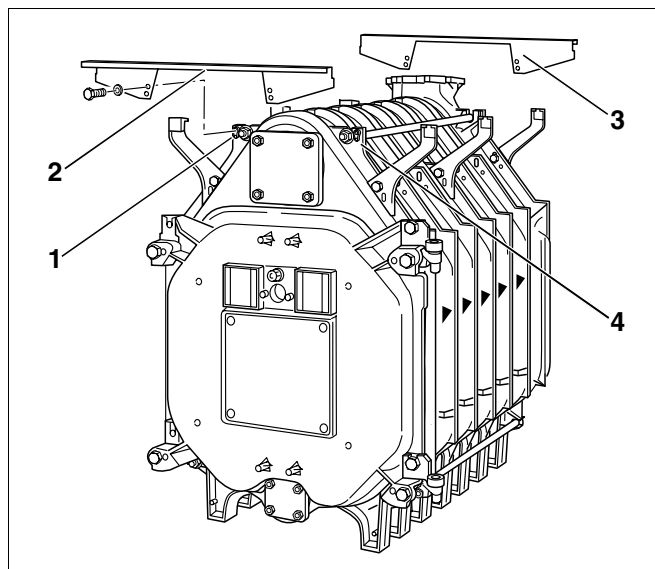

Рис. 37 Установка поперечных траверс
- Установить поперечную траверсу (рис. 37, **поз. 2**) спереди сверху на литом выступе (рис. 37, **поз. 1** и **4**) и закрепить вручную болтами (M8 x 16). Отбортовка передней траверсы должна быть направлена вперед
- Установить поперечную траверсу (рис. 37, **поз. 3**) сверху сзади на литом выступе и закрепить болтами (M8 x 16). Отбортовка задней траверсы должна быть направлена назад.